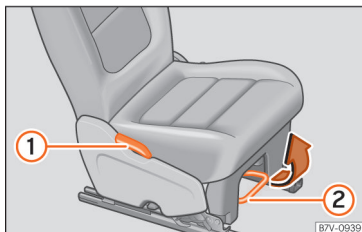

Abb. 130 Rücksitze einstellen.
- Den Hebel ziehen und Sitzlehne in die gewünschte Position bringen »» **Abb. 130** ① »» ❶. Die Sitzlehne muss nach dem Loslassen des Hebels einrasten!